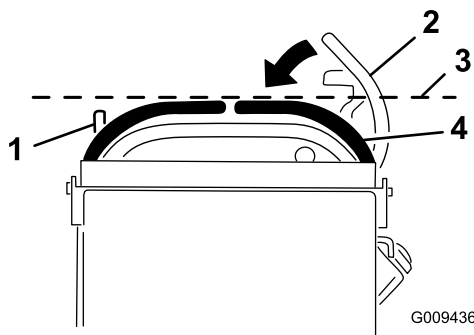

Figura 68
3. Empuje la palanca de control de movimiento de la derecha hacia abajo, sacándola de la posición de bloqueo/punto muerto (Figura 68).
4. Compruebe que la palanca de control de movimiento de la derecha quede alineada en sentido horizontal con la palanca de control de movimiento de la izquierda (Figura 68).